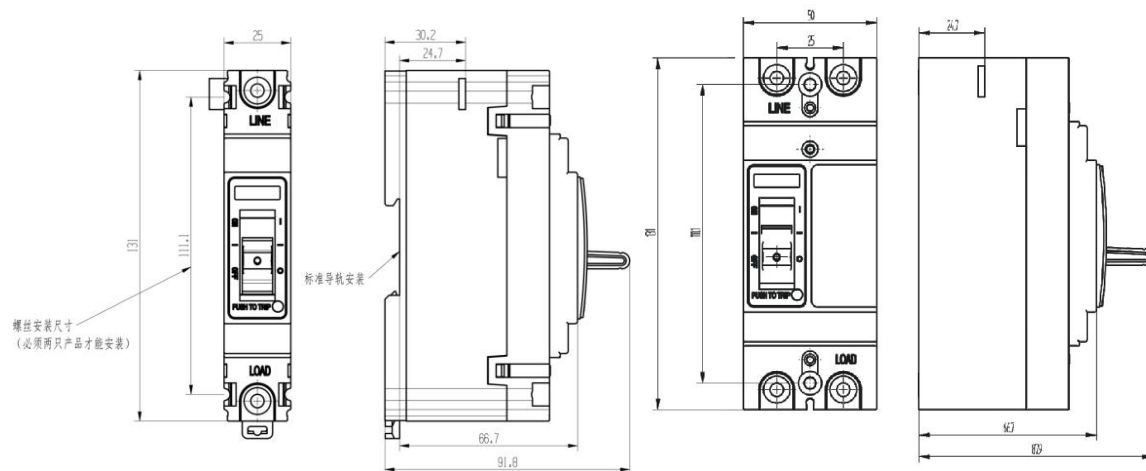

图 20 HYM3、HYM3K-63、125/1P、2P 板前接线外形及安装尺
6.1 HYM3、HYM3K-63~125/1P、2P 断路器板前接线外形及安装尺寸见图 20。